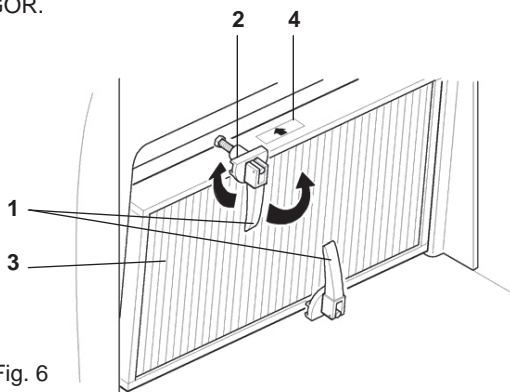

Fig. 6
- Abra as pegas (pos. 1)
- Rode os fechos (pos. 2) a 180°
- Substitua o filtro (pos. 3)
- A seta (pos. 4) deve ficar orientada na direção do fluxo de ar, do exterior para o interior da máquina.
ATENÇÃO: insira o filtro na direção indicada no mesmo (pos. 4 Fig.6).